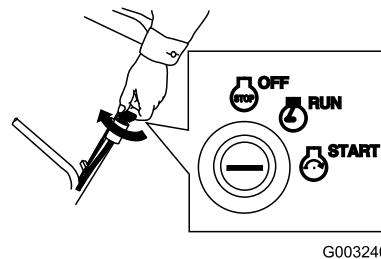

Figura 15
- Girate la chiave di accensione in posizione di avviamento, e rilasciatela quando il motore si avvia (Figura 15).